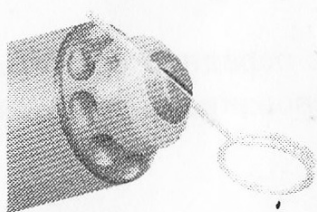

Рис. 1
1. Открутить пробку при помощи штатного инструмента (рис. 1).